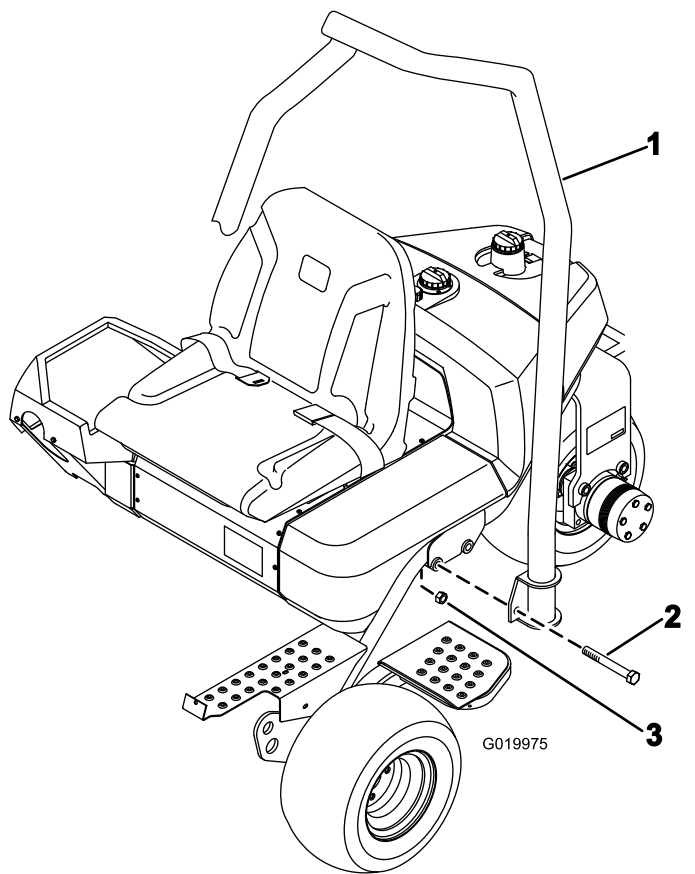

Figura 7
1. Disponete il ROPS in modo che l'estremità del tubo sia curvato verso la parte anteriore della macchina (Figura 7).
- Abbassate il ROPS sul telaio, allineandolo con i fori di montaggio (Figura 7).
- Fissate ogni lato del ROPS al telaio con 2 bulloni (5/8" x 4 1/2") e dadi di bloccaggio come mostrato in Figura 7. Serrate a una coppia di 183 - 223 N-m.